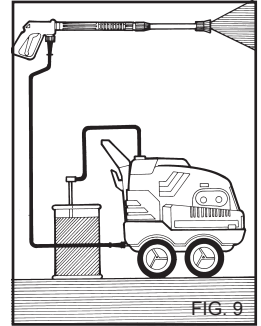

FIG. 9
- 3) Spola ur intag-sledningen efter användning av rengöringsmedel genom att lägga inlopps-slangen i en (fig. 9) i en tank med rent vatten och köra pumpen under en minut med doseringsventilen helt öppen och munstycket sprutklart.